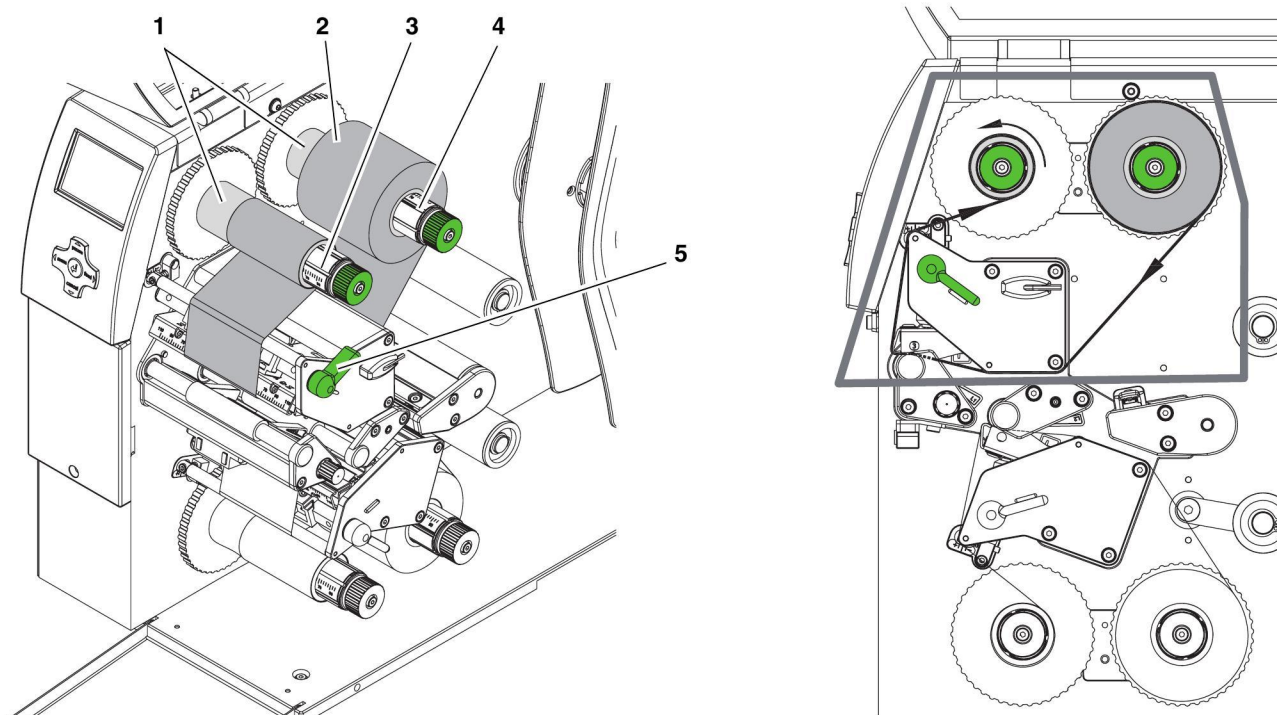

Bild 2-4 Farbbandlauf oben
- Farbband wie in Bild 2-4 durch die Druckeinheit führen.
- Farbbandanfang mit einem Klebestreifen am Farbbandkern des Aufwicklers (3) fixieren. Hierbei die Laufrichtung des Aufwicklers entgegen dem Uhrzeigersinn beachten.
- Aufwickler (3) entgegen dem Uhrzeigersinn drehen, um den Farbbandlauf zu glätten.